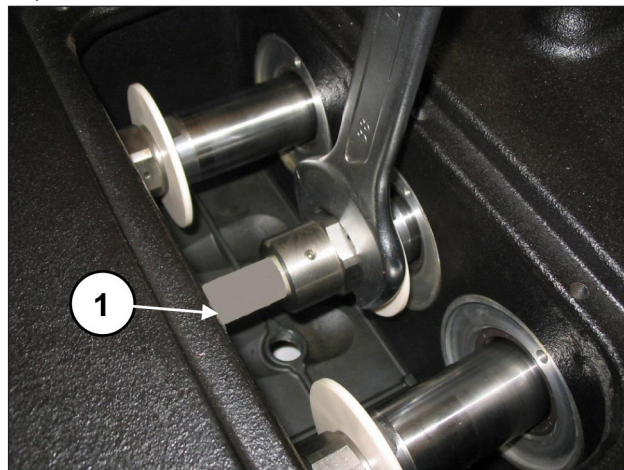
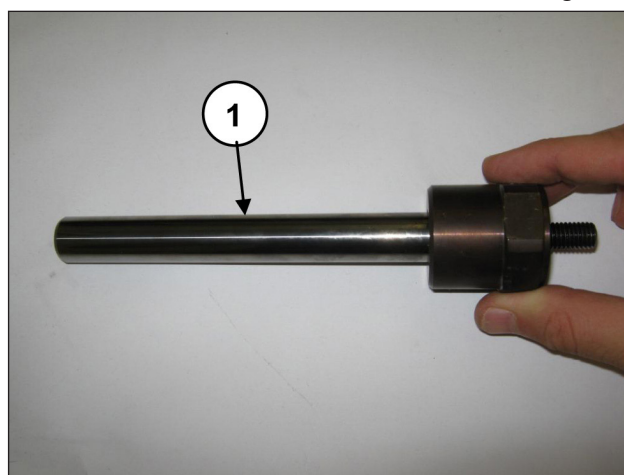

Fig. 108
Fig. 109
Remova os pistões c om uma chave fixa (pos. ①, Fig. 108) e controle o seu estado de desgaste (pos. ①, Fig. 109). Substituí-los, se necessário.